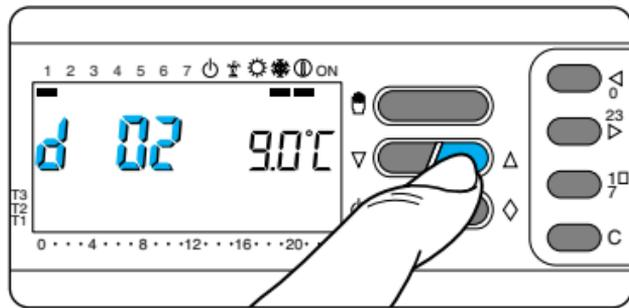

Fig. 59
10.6 - Premere il pulsante ∇ oppure \triangle (fig. 59) sino a raggiungere il numero di giorni desiderato da 1 a 99.